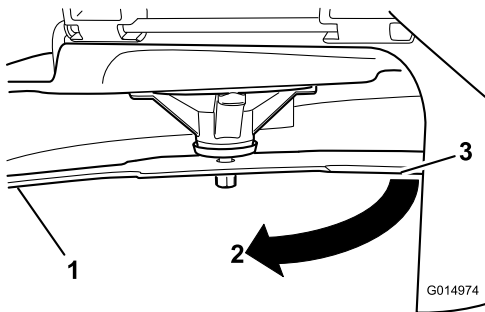

Figura 76
3. Segunda distância medida entre a lâmina e a superfície (B)
4. Rode a mesma lâmina 180 graus para que a extremidade de corte oposta fique na mesma posição (Figura 76).